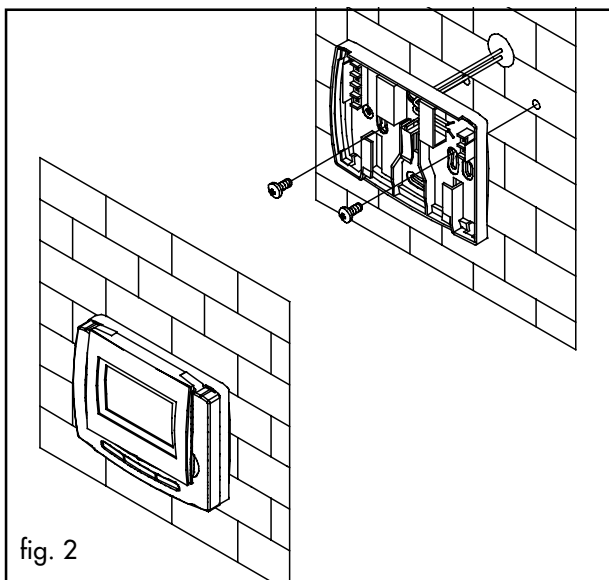

fig. 2
- far passare un cavo bipolare (con sezione da 0,5 a 1 mm²) per il collegamento del pannello comandi alla caldaia, attraverso il foro presente nello zoccolo (fig. 2)